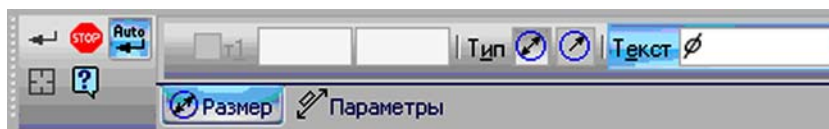

Рис. 2.22. Панель свойств: Диаметральный размер
- на компактной панели инструментов щелкаем по кнопке  *Размеры*, затем в открывшемся списке операций щелкаем по кнопке  *Диаметральный размер*. В результате этого появится *Панель свойств: Диаметральный размер* (рис. 2.22);